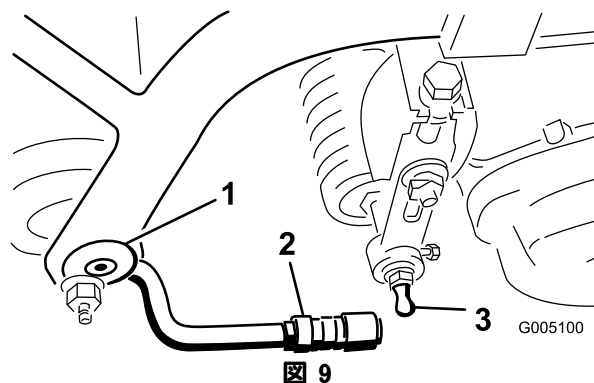

図 9
2. カッティングユニット両端にそれぞれワッシャとボールスタッドを取り付ける（図 9）。
4. ボールジョイントのスリーブを後ろにずらし、プルアームを下げてソケットをボールスタッドに嵌め合わせる。スリーブから手を離すとスタッドとジョイントが結合する（図 9）。